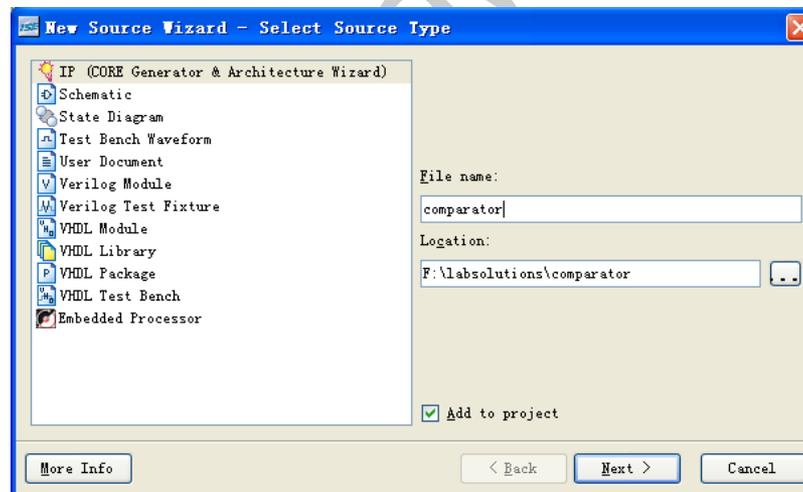

图16 IP核新建向导页面
- (1) 在ISE中新建工程comparator，然后在工程管理区，单击右键，选择“New Source”命令，在文件类型中选择“IP (CORE Generator & Architecture Wizard)”，并在右端的“File Name”文本框输入comparator，如图16所示。然后单击“Next”按钮进入下一页。